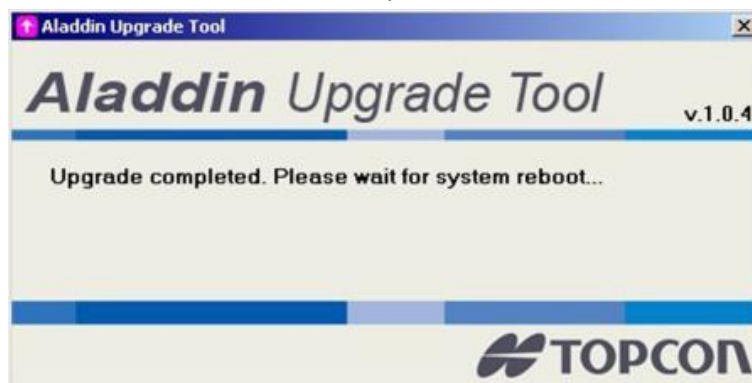

Рис. 99
9. На экране появится сообщение, показанное на рис. 99.